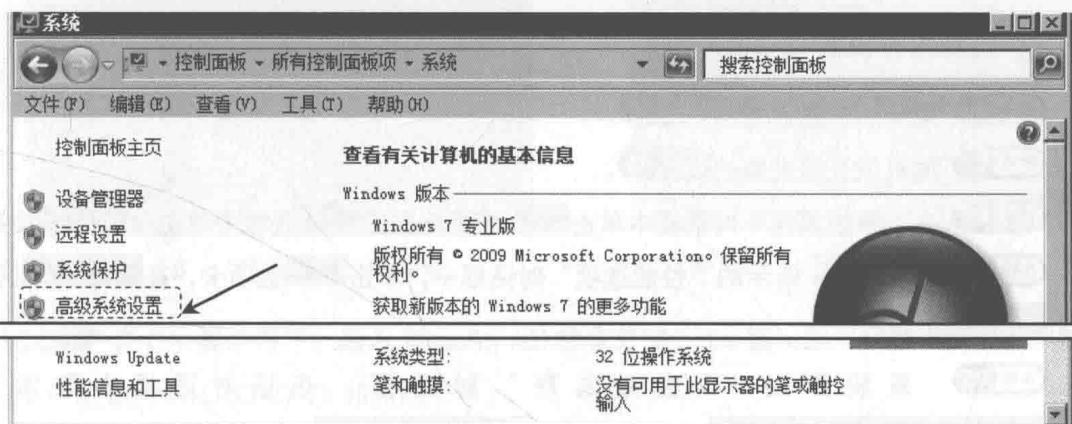

图 1.2.2 “系统”对话框
- 步骤 03 在系统弹出的图 1.2.2 所示的“系统”对话框中单击 **高级系统设置** 选项，此时系统弹出“系统属性”对话框。